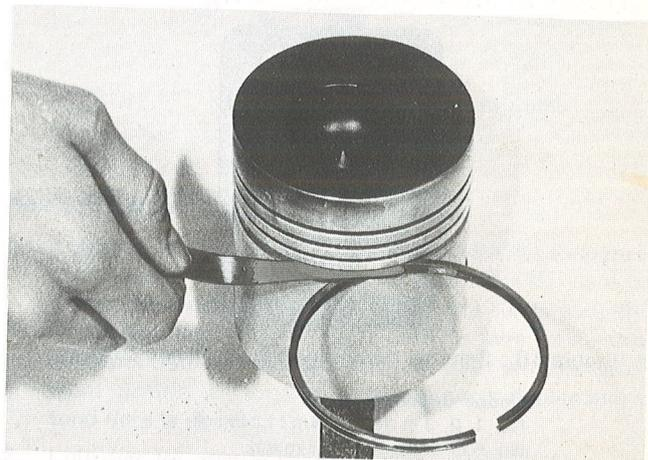

Figure 18. Mesure du jeu segment-gorge
4. Contrôlez le jeu des segments dans des gorges correspondantes (voir figure 18).